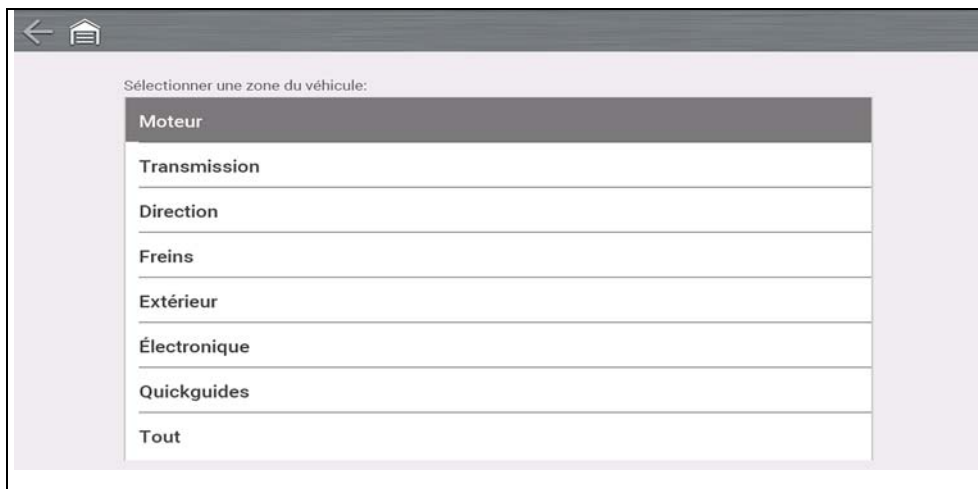

Figure 8-2
3. Sélectionnez une partie du véhicule (p. ex., **Moteur, Transmission, Freins**, etc.) (Figure 8-2).